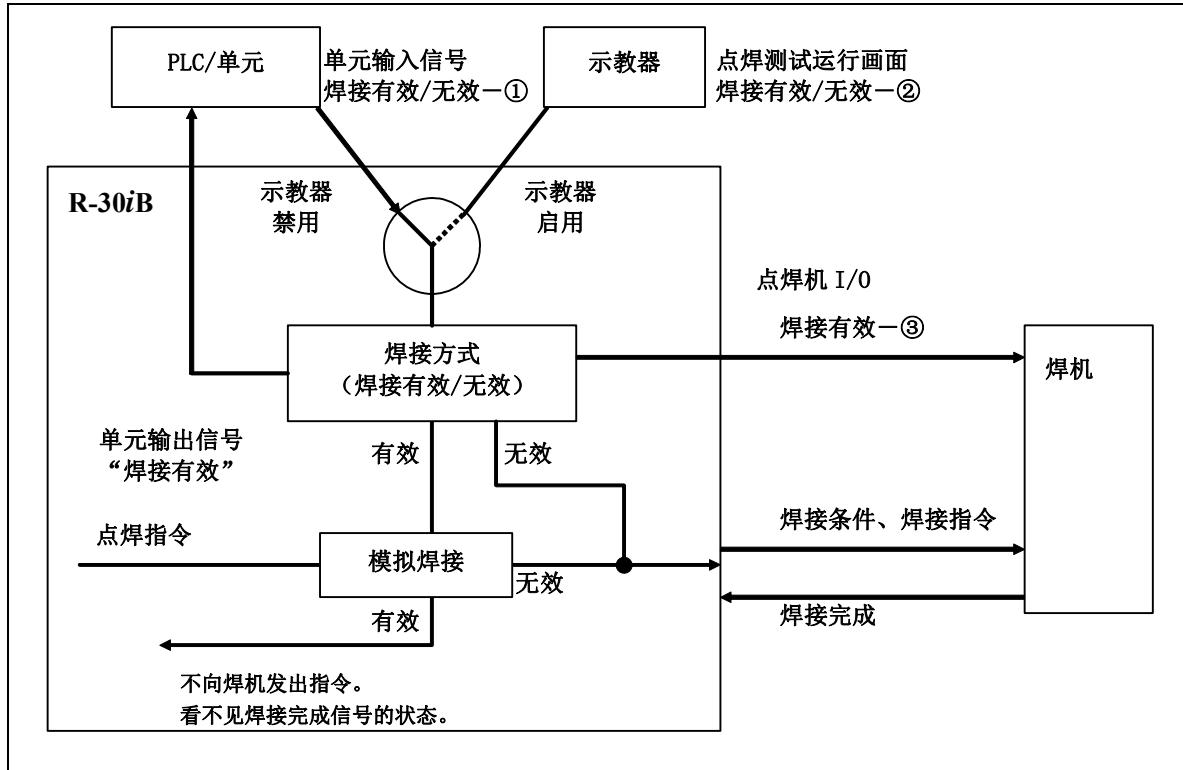

图 4.4 焊接方式
机器人的焊接方式的切换，可通过单元接口输入信号的焊接有效/无效信号（图 4.4 的①）来切换。基于此信号的切换有效的条件是如下任何一个。
此外，机器人的焊接方式的切换，可从点焊测试运行画面（图 4.4 的②）进行切换。与点焊测试运行画面相关的详细内容，请参照第 8 章。但是，在以下任何一个条件成立时，就无法从点焊测试运行画面切换机器人的焊接方式。
已被分配焊接有效信号（图 4.4 的③）时，机器人通过此信号来切换焊机的焊接方式。（注释 1）